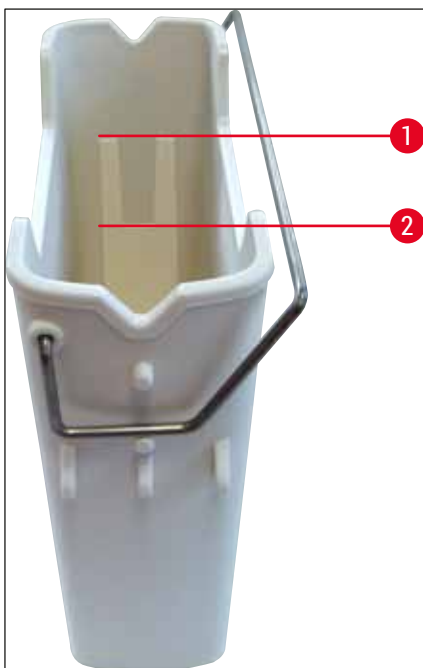

Fig. 67
4. Vérifiez que le niveau de remplissage est suffisant (→ Fig. 67) et qu'il n'y a pas d'impuretés dans le réactif. En cas de contamination, il faut remplacer le xylène (→ P. 39 – 4.6.3 Préparez la cuvette de réactifs, remplissez-la et introduisez-la dans le tiroir de chargement) et nettoyer la cuvette de réactifs avant de la remplir à nouveau.